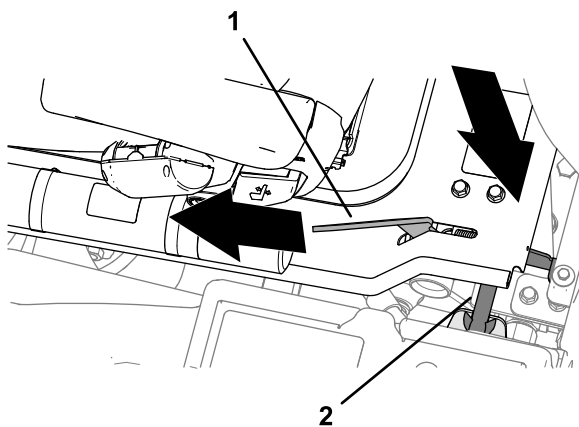

Bild 54
2. Wenn die Plattform beinahe in der vollständig abgesenkten Position ist, bewegen Sie den Sperrriegelgriff der Plattform (Bild 54) zur Vorderseite der Maschine.